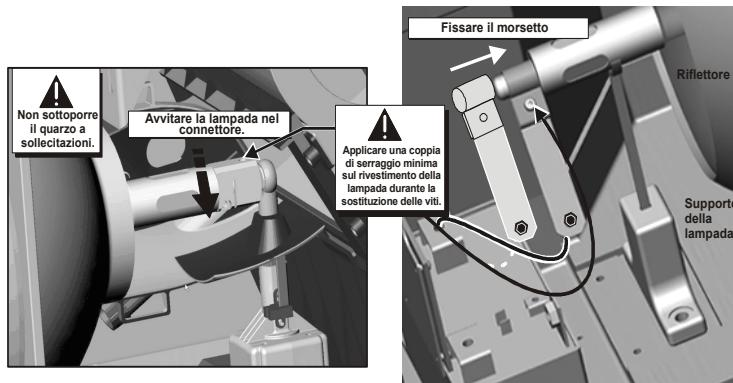

Figura 4-2 Installare la nuova lampada
- e. Stringere le viti di fissaggio sui connettori negativo e positivo. Vedere Figura 4-2. Importante! *Un contatto elettrico corretto previene la resistenza nei connettori della lampada. Attenzione!* **1)** *Maneggiare la lampada toccando esclusivamente le estremità di catodo/anodo, mai il vetro. NON serrare eccessivamente. NON applicare alcun tipo di sollecitazione al bulbo di vetro.* **2)** *Controllare i conduttori. Assicurarsi che il conduttore dell'anodo (+), tra la lampada e il dispositivo di accensione, sia distante dai componenti metallici del proiettore, come il riflettore o la paratia parafiamma.*